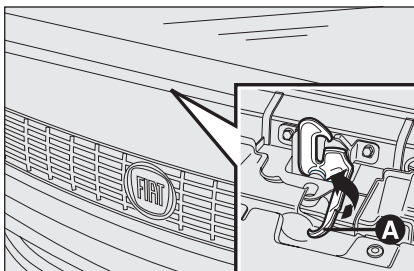

fig. 105
- tirare la levetta **A-fig. 105** come indicato in figura;